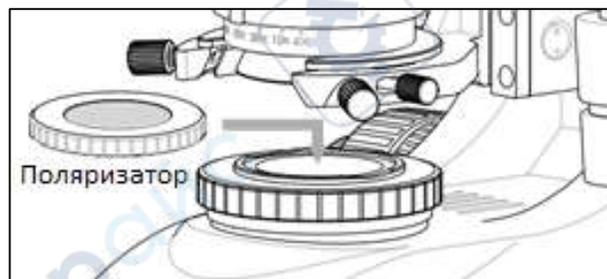
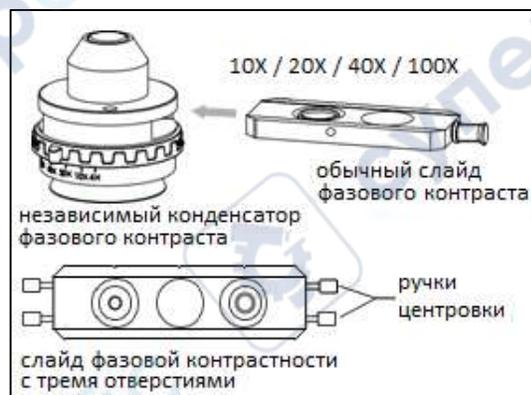
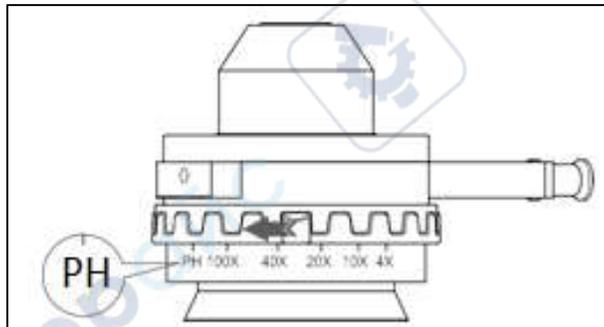

Рис. 33
Рис. 39
Рис. 44
Надеваем поляризатор на полевую диафрагму ⑦, просто закрепляя наружное кольцо держателя фильтра (рис. 33).
В зависимости от условий наблюдения, выберите дополнительный слайд из четырёх стандартных принадлежностей, в соответствии с подходящим объективом фазового контраста, в том числе используйте слайд фазового контраста с тремя отверстиями для установки двух мощных слайдов (рис. 39).
Обычный фазоконтрастный слайд, имеющий два отверстия – отверстие РН и сквозное отверстие для поля большой яркости, - удобен для перехода от фазоконтрастного (РН) наблюдения к наблюдению в светлом поле. Фазоконтрастный слайд с тремя отверстиями, имеющий два РН-отверстия и одно сквозное отверстие светлого поля, имеет центрирующую ручку (рис. 39). Ссылаясь при настройке микроскопа на метод наблюдения светлое поле, установите апертурную диафрагму в положение максимального значения РН (рис. 44).
Установите фильтр на полевую диафрагму (рис. 33). Переведите фазоконтрастный объектив в положение по направлению света. Вставив соответствующий слайд фазового контраста в правый паз конденсора и его установки в нужное положение (рис.39), можно начинать наблюдение с фазовым контрастом.
Объектив 10X PH переводится в рабочее положение (на световой путь), настраивается положение подходящего отверстия слайда или перемещением обоймы револьверного блока переводится к метке «10X» (рис. 44), настраивается на максимум апертурная диафрагма.
Вращая две центрирующие ручки (см. рис. 39, рис. 40 — центрирующая ручка револьверного фазоконтрастного конденсора должна быть установлена в нужное положение), поверните и отрегулируйте центр пятна так, чтобы оно перекрывало светлое и тёмное кольца (рис. 47)